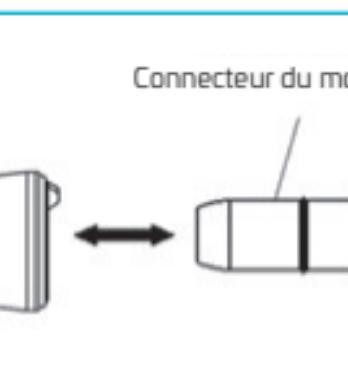

Fig. 3
- Connectez la ligne d'irrigation au connecteur en Y. (Figure 3)